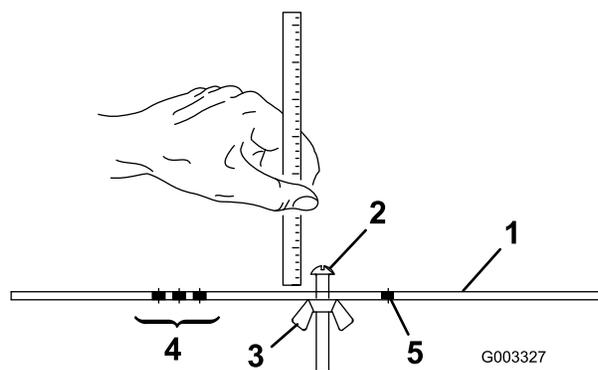

Figura 19
2. Allentate il dado sulla barra di misura (Figura 19) e posizionate la vite di regolazione all'altezza di taglio opportuna. La distanza tra la base della testa della vite e la superficie della barra è l'altezza di taglio.